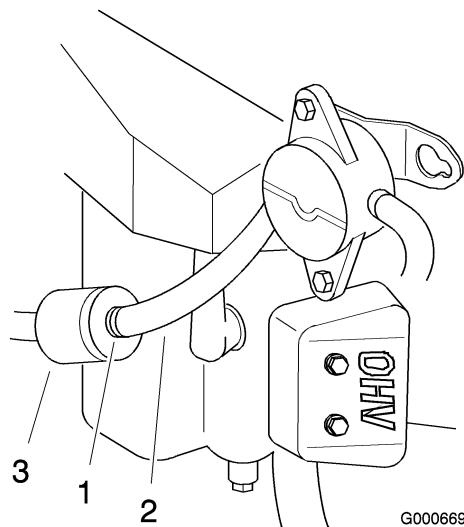

Figura 39
5. Premete le estremità della fascetta stringitubo e sfilatela dal tubo del carburante in direzione del serbatoio (Figura 39).
6. Togliete i tubi del carburante dal filtro (Figura 39). Aprite la valvola d'intercettazione del carburante e lasciate fuoriuscire la benzina in una tanica omologata.
5. Premete le estremità delle fascette stringitubo ed allontanatele dal filtro (Figura 39).